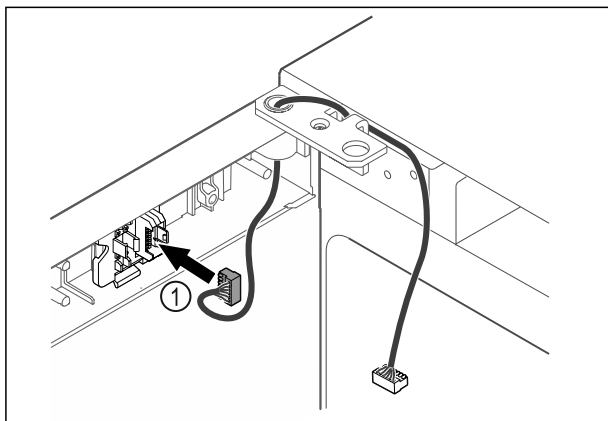

Fig. 44
- Sæt stikket Fig. 44 (1) i stikholderen.